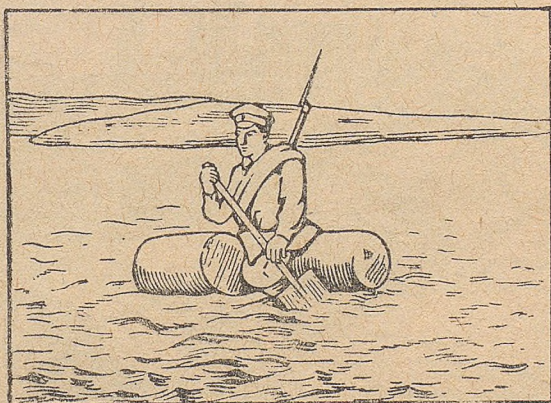

Рис. 78. Поплавоккөзöн ва кузя вуджöм.
5. Сэк, кöр войскозэлö колö перыта вуджны ю, сэтчин, кытöн абу пос, пользуйтöны особöй поплавоккөзöн (рис. 78). Поплавок—резиновöй прослойкаа парусинавсь мешöк. Кöр поплавокöс пöльтан, сылöн размеррес 70 см×30 см×30 см. Эта поплавоклöн весыс 2 кг, и öктöмын сйя босьтö ас увтас местасö етша. Тöдö, кытшöм груз эта поплавокыс вермас видзны ва вылын.